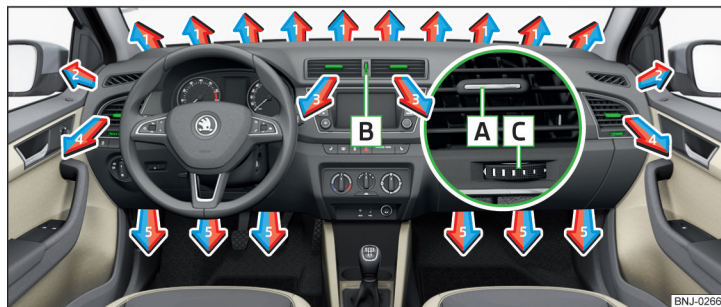

Abb. 130 Luftaustrittsdüsen
Bei den Luftaustrittsdüsen 3 und 4 » Abb. 130 kann die Luftströmungsrichtung geändert und die Düsen können auch einzeln geöffnet und geschlossen werden.
Die Einstellung der Luftstromrichtung erfolgt durch das Verschieben des Verstellelements **A** » Abb. 130 in gewünschter Richtung.
- › Den Regler **B** nach oben drehen » Abb. 130.
- › Den Regler **B** nach unten drehen » Abb. 130.
Richtung des Luftaustritts einstellen	Luftaustrittsdüsen » Abb. 130